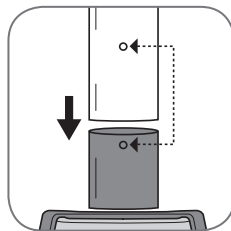

fig. 3
3. Insérez le mât dans la base en appuyant vers le bas, jusqu'à ce que les trous du mât et de la base soient au même niveau, de manière à remettre la vis. Si les trous ne correspondent pas, vérifiez que les clips du mât soient bien déverrouillés. (fig. 3)